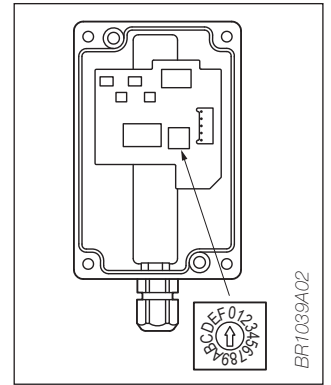

Fig. 5 - Rotary selector
- Abb. 5: Drehumschalter
- Fig. 5 : Sélecteur rotatif